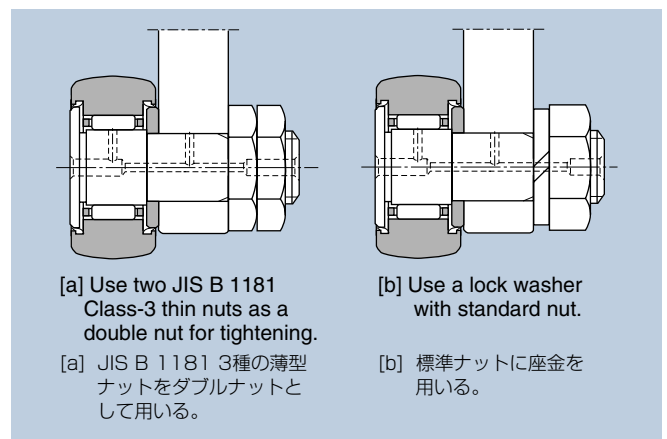

Fig.5
- (4) In applications where the stud and nut may loosen due to a wide amplitude of vibration during operation, NTN recommends the mounting methods illustrated in Fig. 5.
- (4) 特に振動の激しい使用条件で取付け用のねじの緩む恐れのある場合は、図5のような方法がある。